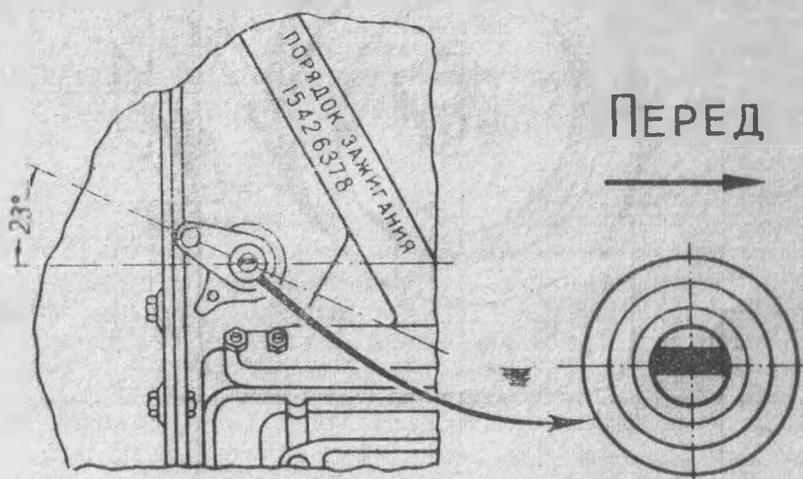

Рис. 26. Установка привода распределителя.
- а) вставьте привод распределителя в отверстие блок; так, чтобы прорезь в валике привода была направлена вдоль оси двигателя и смещена влево, если смотреть со стороны маховика двигателя (рис. 26);
б) закрепите корпус привода распределителя зажигания держателем и гайкой так, чтобы кронштейн с резьбовым отверстием, имеющийся на корпусе привода распределителя, был направлен назад в сторону картера маховика и повернут на  $23^\circ$  влево от продольной оси двигателя, как указано на рис. 26.
д) вставьте распределитель в отверстие привода и закрепите винтом 2 при положении валика, изображенном на рис. 26;